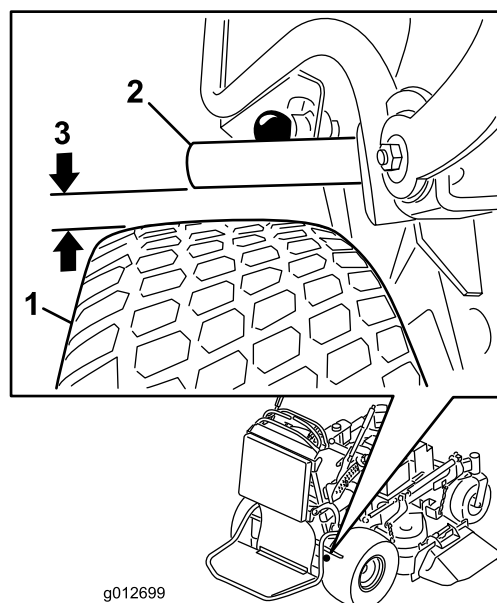

Figure 60
4. Lorsque le frein est desserré, mesurez la distance entre la barre de frein et la roue. La distance doit être comprise entre 5 et 8 mm (3/16 et 5/16 po) (Figure 60). Reportez-vous à la section réglage du frein de stationnement si un réglage est nécessaire.
5. Réglez la chape. La distance entre la barre de frein et la roue doit être comprise entre 5 et 8 mm (3/16 et 5/16 po). Pour serrer le frein, tournez la chape vers le haut. Pour desserrer le frein, tournez la chape vers le bas (Figure 60).